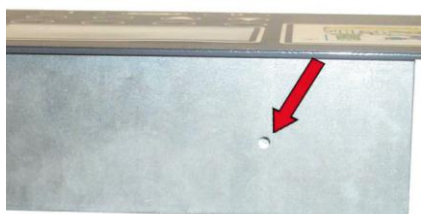

Рис. 54: Отверстие для настройки дисплея
3. Вставьте наибольшую шлицевую отвертку в отверстие (Рис. 54/стрелка) на задней стороне системы управления.